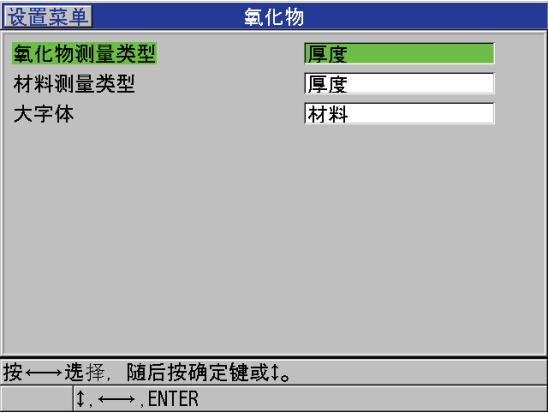

图 7-2 氧化物屏幕
9. 在**氧化物**屏幕上（参见第 83 页的图 7-2）：